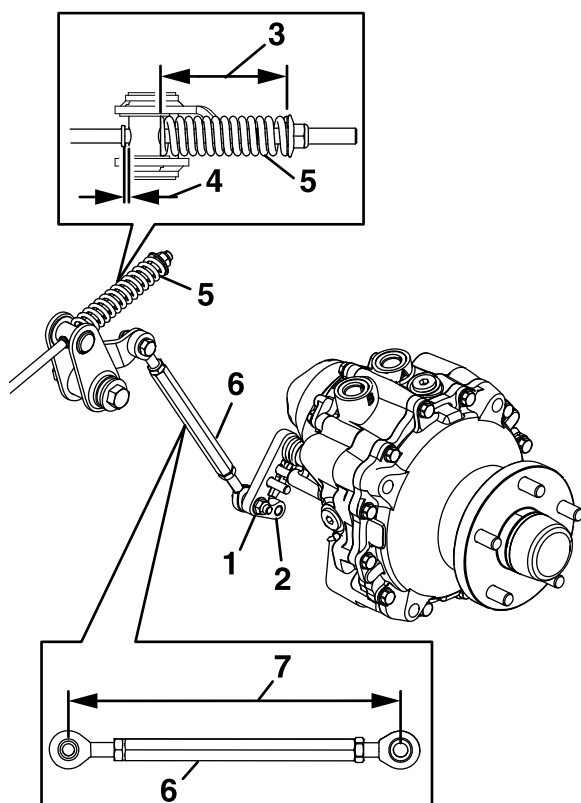

Figure 59
7. Mesurez la longueur de la biellette (Figure 59).
8. Mesurez la longueur du ressort (Figure 59).